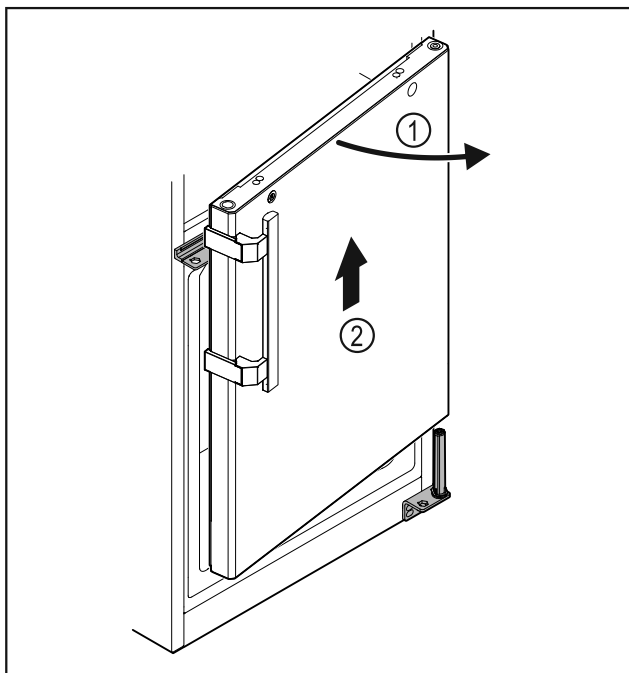

Fig. 28
- Hapni paksa derën Fig. 28 (1), ngrijeni drejt lart rreth 200 mm dhe hiqni Fig. 28 (2).